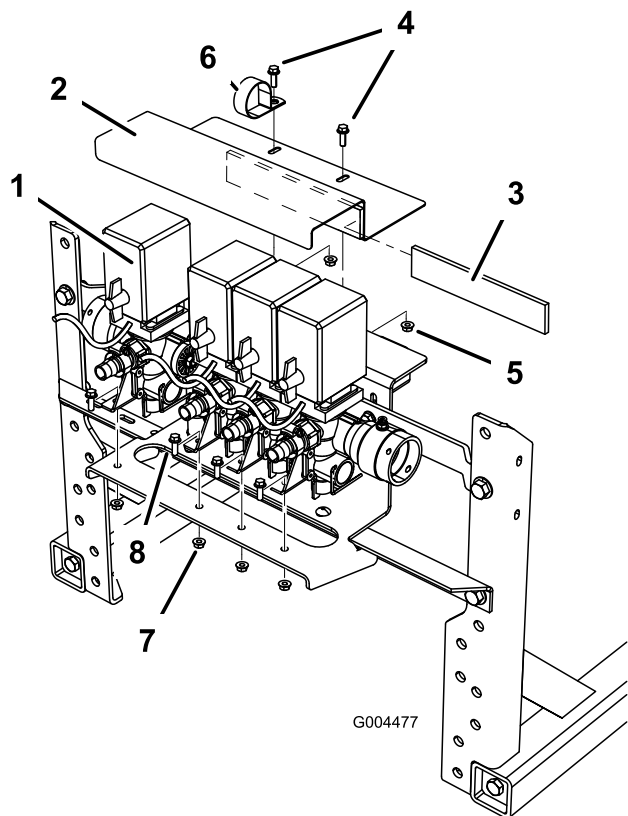

図 11
5. バルブ・アセンブリをバルブブラケット・サポートに固定する；先ほど取り外した締結具を使用する（図 11）。
- 上バルブブラケットにウレタンを取り付ける (図 11)。